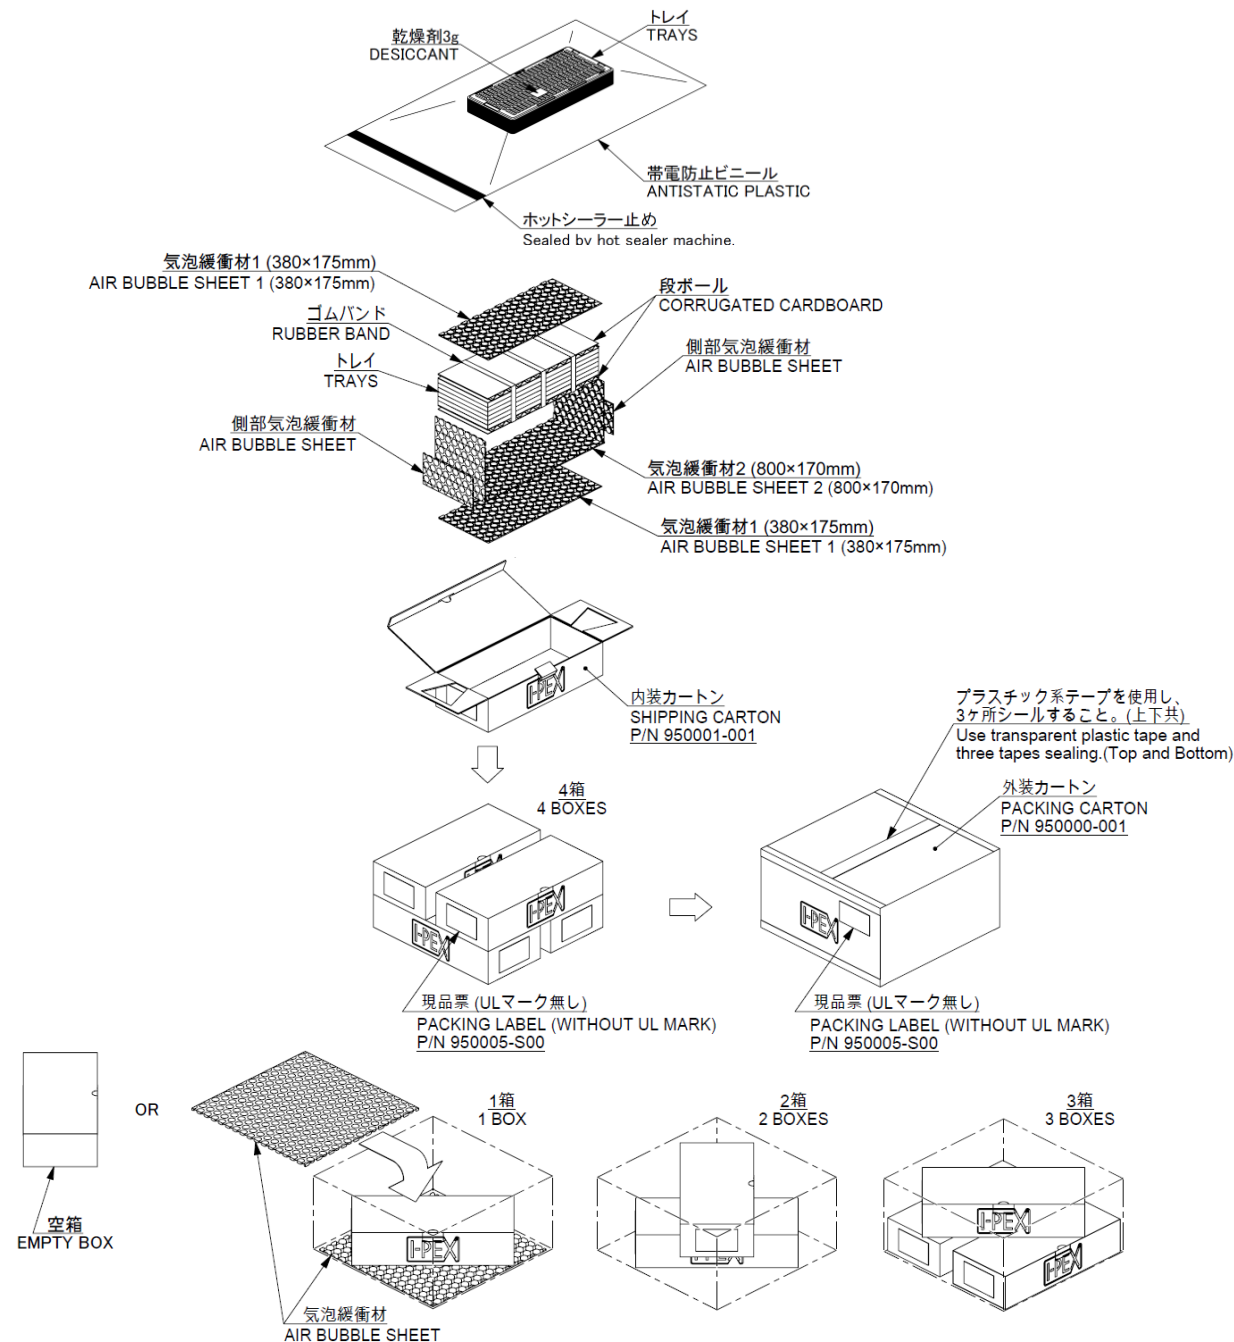

図 2.(Fig 2)
- (1) [注記]に記載された方法でトレイを重ね、蓋をする。
- (2) 製品を入れたトレイを、3.で指定された枚数重ねる。
- (3) 重ねたトレイを乾燥剤1袋と一緒に帯電防止ビニール袋に入れ、ホットシーラー止めを行う。
- (4) 帯電防止ビニール袋に梱包後、上下に段ボールをあて、図 2 に示すゴムバンド(折径 160mm、折り幅 4.5mm、オーバンド#415)を 10~13cm間隔で 3 本掛ける(2 重まき)。
- (5) ゴムバンドで止めたトレイを、図 2 に示す様に内装カートンに入れる。
- (6) ① 内装カートンに側部気泡緩衝材及び底面に気泡緩衝材 1 を 2 枚敷く。
② ①の上に気泡緩衝材 2 を 1 枚重ねる。その後トレイを規定枚数入れ、気泡緩衝材 2 の余った分を内側に折り返す。
- (7) 内装カートンには、図 2 に示す指定の位置の現品表を貼付する。
- (1) Piling the TRAY and putting a lid on the TRAY as shown [NOTES].
- (2) Piling the TRAY put products of QTY. designated in 3.
- (3) Piled tray is put into the antistatic plastic together with one bag of desiccant, and it is sealed by hot sealer machine.
- (4) After packing by antistatic plastic, cardboard is put on top and bottom and it is tied off(double) with three rubber bands (Folded diameter of rubber band is 160[mm], folded diameter width of it is 4.5[mm], O' Band #415) as shown Fig.2 at intervals of 10~13[cm].
- (5) Putting the TRAY bound with rubber bands in S CARTON as shown Fig.2.
- (6) ① Put air bubble sheet on sides and spread 2 sheets of air bubble sheet 1 on the bottom of an inner carton.
② Pile one sheet of air bubble sheet 2 on ① and put the designated qty of tray, then fold the extra part of air bubble sheet 2 inward.
- (7) Putting a label on the designated place of S CARTON as shown Fig.2.
- (2) 外装カートンには、図 2 の指定の位置に現品票を貼付する。
- (1) Packing S CARTONS of QTY. designated in 3 to alternate the top and the bottom S CARTONS, as shown Fig.2.
- (2) Putting a label on the designated place of P CARTON as shown Fig.2.